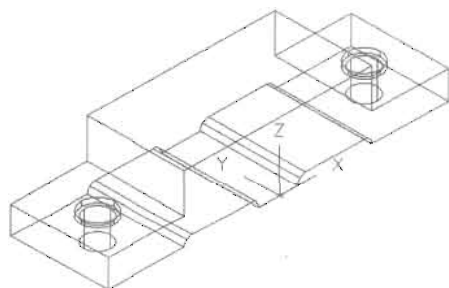

图 14-129
(12) 把立方体沿 x 轴平移 47mm，然后使用 Union (并集) 命令把两个实体合并为一个整体，如图 14-129 所示，命令执行过程如下。